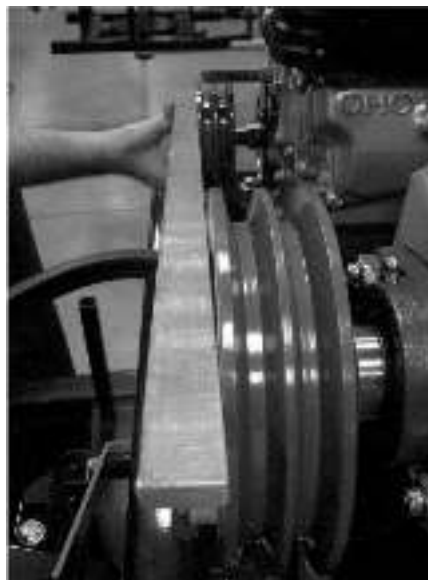

Рис. 5.7. Проверка центровки шкива
11. При помощи линейки выровняйте шкив с другим шкивом с допуском $\pm 1/6$ дюйма. Имейте в виду, что шкив будет смещаться примерно на величину от 1/16 дюйма до 1/8 дюйма в направлении от вас по мере затяжки (см. рис. 5.7).
14. Проверьте центровку шкива. Лицевые поверхности шкивов должны находиться на одной линии. Если это не так, отрегулируйте их и повторите проверку центровки (см. рис. 5.7).